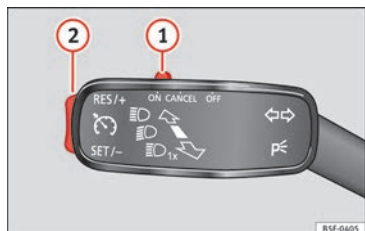

Fig. 39 À gauche de la colonne de direction : contacteur et commandes d'utilisation du GRA.
- Connecter le GRA : déplacez le contacteur » fig. 39 ① sur **ON**. Le système s'allume. Étant donné qu'aucune vitesse n'a été programmée, le système ne règle pas la vitesse.
- Activer le GRA : appuyez sur le bouton » fig. 39 ② dans la zone **SET/-**. La vitesse fixée est alors mémorisée et maintenue.
- Déconnecter le GRA temporairement : déplacez le contacteur » fig. 39 ① sur **CANCEL** ou appuyez sur la pédale de frein. Le réglage est désactivé temporairement.
- Reconnecter le GRA : appuyez sur le bouton » fig. 39 ② sur **RES/+**. La vitesse mémorisée sera de nouveau enregistrée et régulée.
- Augmenter la vitesse programmée pendant le réglage du GRA: appuyez sur le bouton ②
- Réduire la vitesse programmée pendant le réglage du GRA: appuyez sur le bouton ② sur **SET/-** pour réduire 1 km/h (1 mph). La vitesse est réduite jusqu'à atteindre la nouvelle vitesse enregistrée.
- Déconnexion du GRA: déplacez le contacteur » fig. 39 ① sur **OFF**. La vitesse mémorisée est effacée et le système est déconnecté.